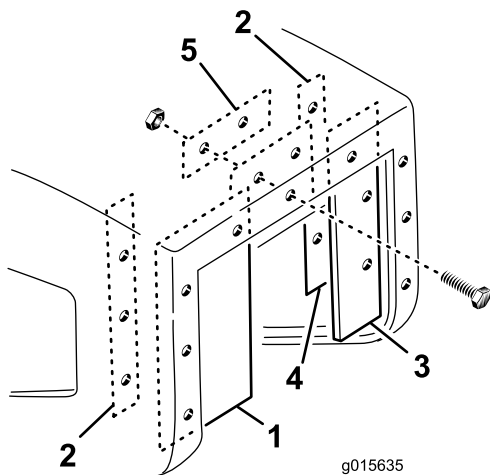

Figure 22
1. Fixez le déflecteur large sur le rebord intérieur gauche de l'ouverture de la trémie à l'aide d'une longue plaquette, de 3 vis (n° 10 x 1 po) et 3 écrous à embase (n° 10), comme montré à la Figure 22.
2. Fixez le déflecteur étroit sur le rebord intérieur droit de l'ouverture de la trémie à l'aide d'une longue plaquette, de 3 vis (n° 10 x 1 po) et 3 écrous à embase (n° 10), comme montré à la Figure 22.
3. Fixez le déflecteur supérieur sur le rebord intérieur supérieur de l'ouverture de la trémie à l'aide d'une plaquette courte, de 2 vis (n° 10 x 1 po) et 2 écrous à embase (n° 10), comme montré à la Figure 22.